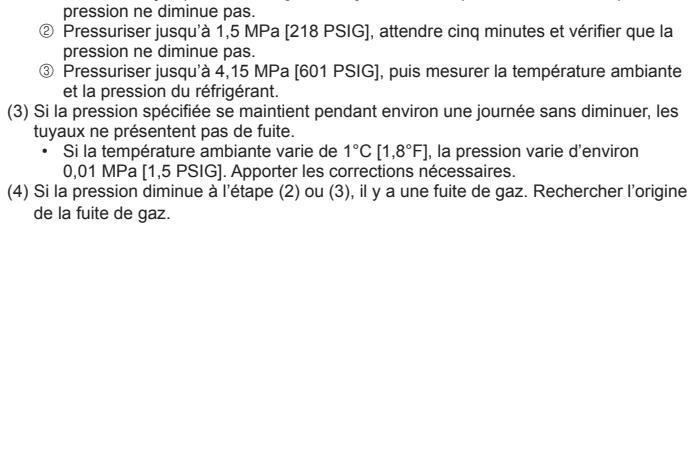
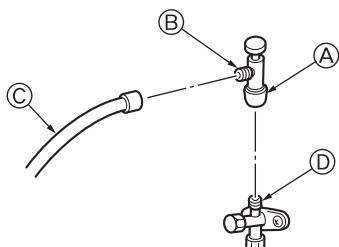

Fig. 4-8
Fig. 4-9
- (1) Côté gaz (Fig. 4-8)
- ① Enlever le capuchon, ramener la poignée vers soi et la tourner d'un quart de tour en sens inverse des aiguilles d'une montre pour ouvrir la vanne.
- ② Vérifier que la vanne d'arrêt est complètement ouverte, appuyer sur la poignée et tourner le capuchon pour le ramener sur sa position d'origine.
- (2) Côté liquide (Fig. 4-9)
- ① Retirez le bouchon, et tournez la tige de soupape à fond dans le sens antihoraire avec une clé hexagonale de 4 mm [3/16"]. Arrêtez de tourner quand elle frappe la retenue.
- ② Vérifier que la vanne d'arrêt est complètement ouverte et tourner le capuchon pour le ramener sur sa position d'origine.
Précautions à prendre lors de l'utilisation de la soupape de charge (Fig. 4-9)